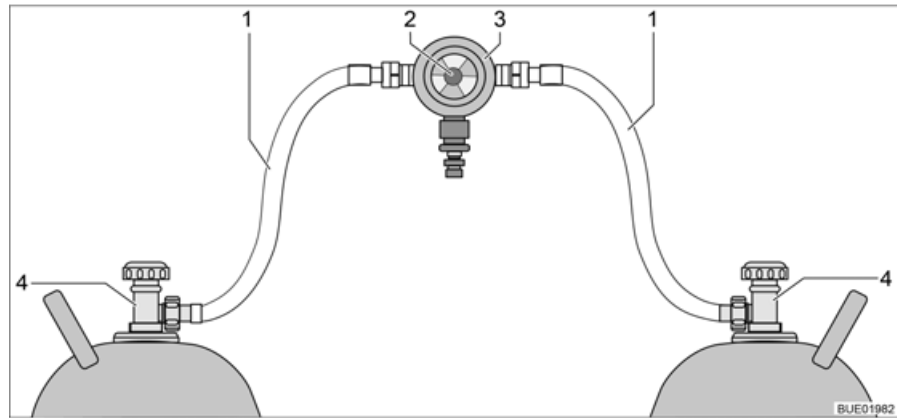
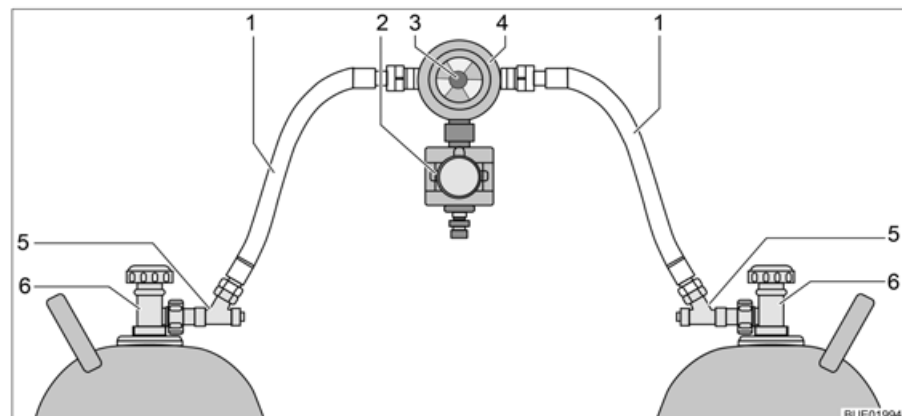

Fig. 131 Impianto di commutazione per bombole del gas
Fig. 132 Impianto di commutazione per bombole del gas con CPU
L'impianto di commutazione per bombole del gas è formato da un regolatore di pressione del gas combinato con valvola di commutazione e indicazione (Fig. 131,3). L'impianto di commutazione per bombole del gas è montato tra i due tubi del gas (Fig. 131,1).
L'impianto di commutazione per bombole del gas è formato da un regolatore di pressione del gas combinato con valvola di commutazione e indicazione (Fig. 132,4) e una elettrovalvola (Fig. 132,2). In caso di frenata brusca, incidente o inclinazione straordinaria, l'elettrovalvola blocca l'alimentazione del gas al veicolo. L'impianto di commutazione per bombole del gas è montato tra i due tubi del gas (Fig. 132,1) con dispositivi antirottura del tubo flessibile (Fig. 132,5).
Con la manopola (Fig. 131,2 o Fig. 132,3) sull'impianto di commutazione per bombole del gas è possibile stabilire quale delle bombole del gas viene utilizzata come bombola in uso e quale come bombola di riserva.
Sulla centralina di controllo (Fig. 133) possono venire azionate solo le funzioni elettriche. Le valvole principali di arresto delle bombole del gas (Fig. 131,4 o Fig. 132,6) devono essere aperte manualmente.
- Aprire le valvole principali di arresto delle bombole del gas (Fig. 131,4 o Fig. 132,6).
- Premere i dispositivi antirottura del tubo flessibile (Fig. 132,5) uno dopo l'altro per 10 secondi.
- Con la manopola (Fig. 131,2 o Fig. 132,3) sull'impianto di commutazione selezionare la bombola del gas, da cui deve provenire la principale alimentazione del gas (bombola in uso). Girare la manopola fino all'arresto.
- Chiudere le valvole principali di arresto delle bombole del gas (Fig. 131,4 o Fig. 132,6).